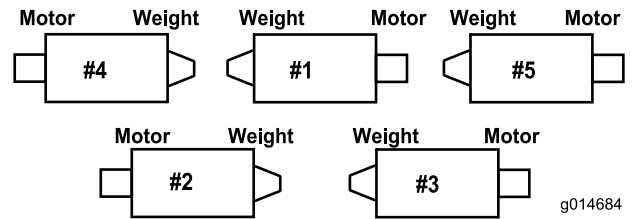
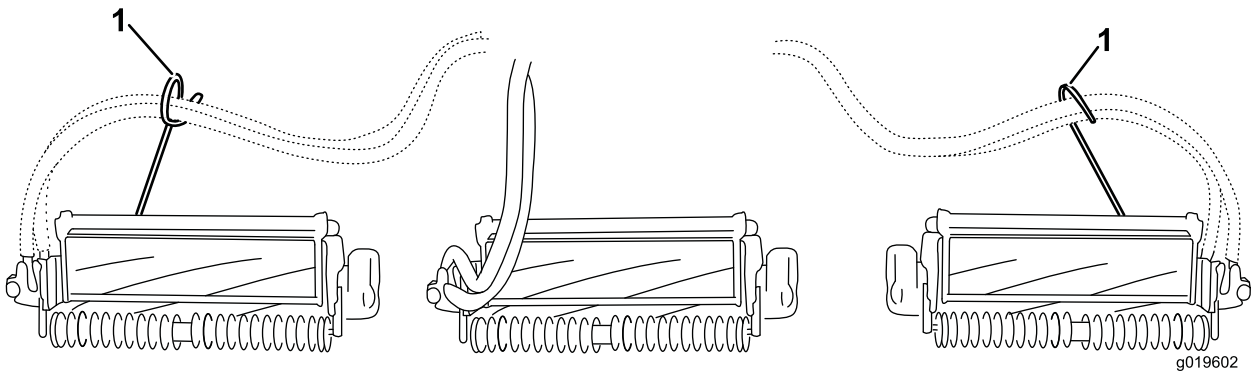
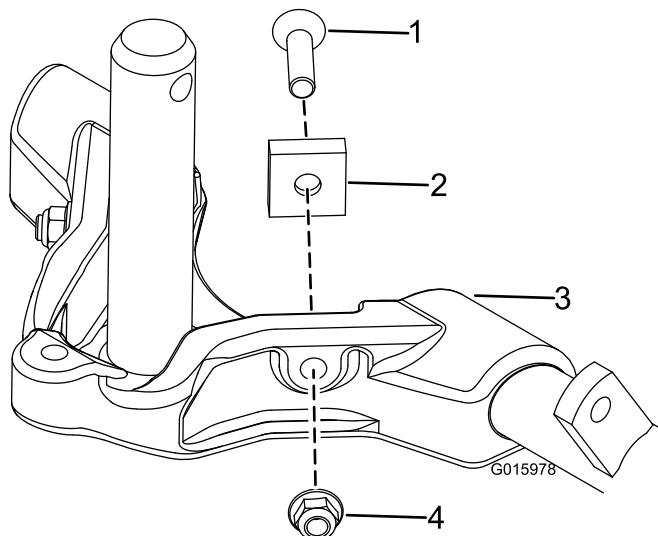

Bild 12
Bild 14
Bild 15
Wichtig: Montieren Sie an den Mähwerken Nr. 4 (vorne links) und Nr. 5 (vorne rechts) die Schlauchführungen mit den Befestigungsmuttern der Stangenhalterung vorne an den Mähwerkklaschen. Die Schlauchführungen sollten sich zum mittleren Mähwerk neigen (Bild 12 und Bild 14).
6. Nur Mähwerke (69 cm): Erhöhen Sie die Lenkung an den Heckmähwerken, indem Sie die zwei Gelenkdistanzstücke, Sechskantschrauben und Bundmuttern (Bild 15) von den Trägerrahmen der Heckmähwerke (Nr. 2 und Nr. 3) entfernen (Bild 12).